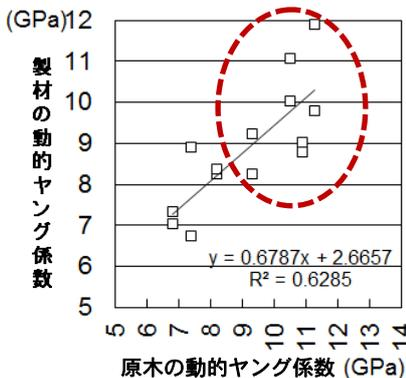

図1 原木と製材の動的ヤング係数の関係
- 1) 動的ヤング係数が9GPa以上の原木を選別することで、強度的に高品質な構造用製材を供給します(図1)。